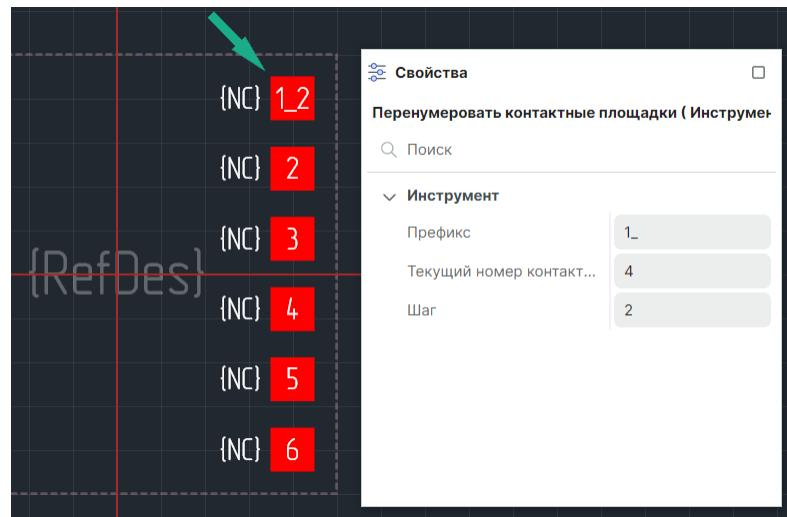

Рис. 130 Начало переименования контактных площадок
4. Указанной контактной площадке будет присвоен новый номер с учетом настроенных параметров, определенных на панели «Свойства», см. Рис. 130.
**Пример!** На Рис. 130 зеленые стрелки отображают очередьность перемещения при переименовании контактных площадок.